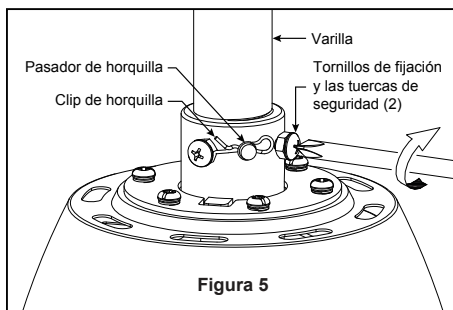

Figura 5
5. Coloque el soporte de la varilla y alinee los orificios de la clavija de horquilla en ambas piezas. Instale la clavija de horquilla y asegúrela con la pinza de horquilla. Fije los dos tornillos de presión y las tuercas de seguridad en el soporte de la varilla interior. Fije con seguridad el set de tornillos con el destornillador y luego fije bien las tuercas con una llave hexagonal. (Figura 5)
4. Una vez haya hecho las conexiones, coloque los cables hacia arriba y empújelos cuidadosamente hacia dentro de la caja de la toma de corriente, poniendo los cables blancos y verdes a un lado de la caja y los negros hacia el otro lado. Los cables deben ser colocados de forma extendida poniendo el conductor de la toma de tierra y el conductor de toma de tierra del equipo a un lado de la caja, colocando el conductor sin toma de tierra en el otro lado de la caja. (Figura 5)